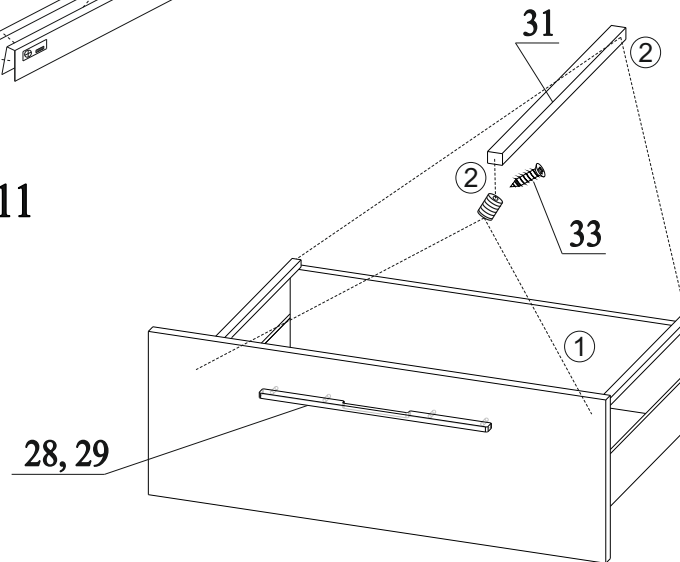

Рис.12
21. Вставить держатели надставки в деталь 13 (1). Вкрутить в них шуруп 33. Соединить надставку с держателем и деталью 14 (2). Более подробная инструкция находится в комплекте 31 (рис.12);
22. Прикрутить ручки 28 к деталям 13, надев на винты насадное кольцо 29 (рис.12);